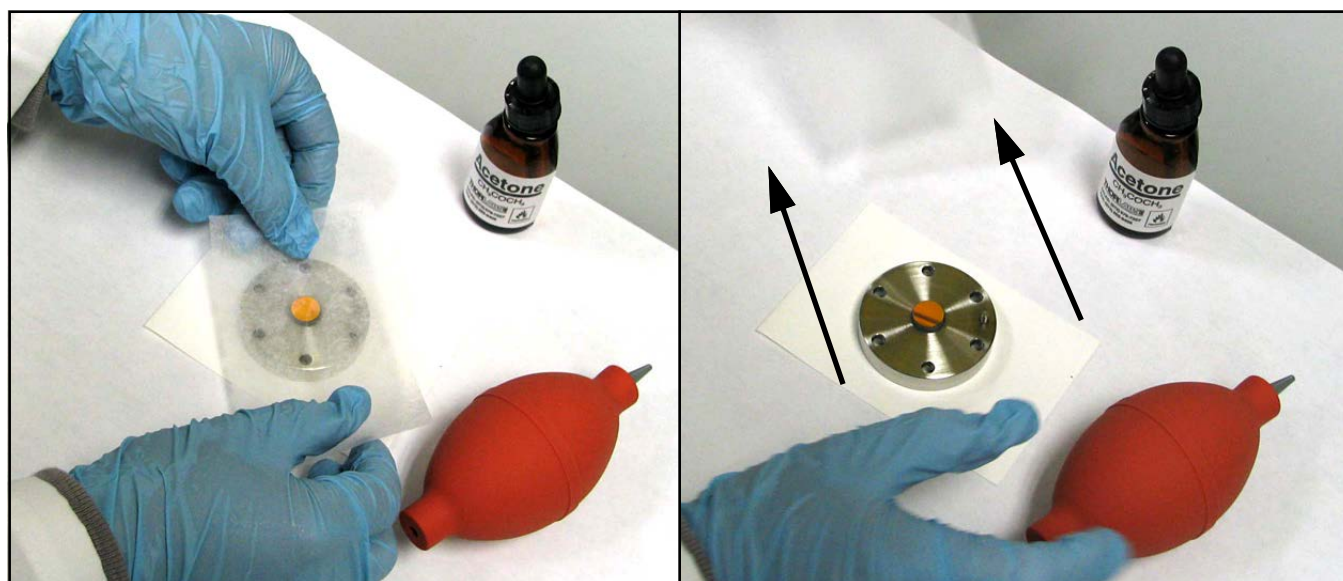

図 89: 湿ったレンズ用ティッシュを鏡の上で引く
5. 湿ったレンズ用ティッシュを鏡の上に置き、これを鏡表面で横方向に引き（下の図89を参照）、鏡表面に液滴や筋が残らないようにします。